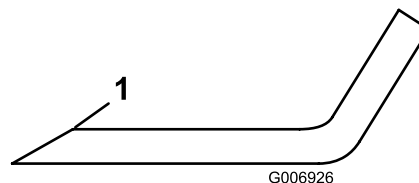

Figure 68
5. Examinez les tranchants de toutes les lames. Affûtez-les s'ils sont émoussés ou ébréchés. N'affûtez que le haut du tranchant et conservez l'angle de coupe d'origine pour obtenir une coupe nette (Figure 68).
6. Si elle est émoussée ou ébréchée, n'affûtez que le haut du tranchant et conservez l'angle de coupe d'origine (Figure 68).